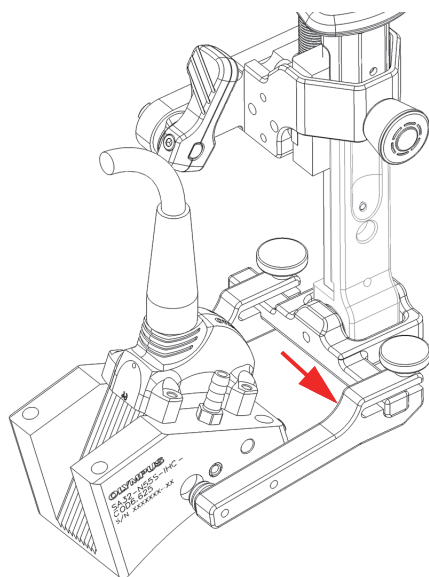

Рис. 2-13 Сдвиг рычага вилки к краю стержня вилки
1. Ослабьте крепежный винт вилки, а затем отодвиньте один из рычагов вилки кнаружи до края стержня. Винт и рычаг должны оставаться прикрепленными к держателю ПЭП (Рис. 2-13 на стр 49).